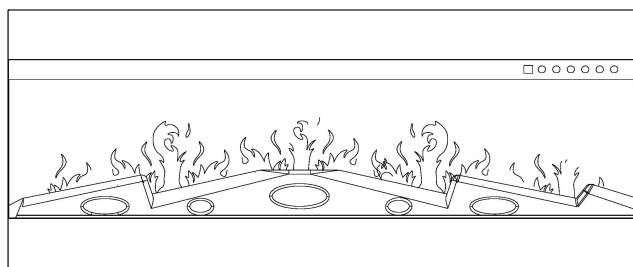

Abbildung 1
C. Legen Sie das Gehäuse mit der Front auf eine weiche, nicht scheuernde Oberfläche. Entfernen Sie die Halterung an der Rückseite des Gerätes, indem Sie die Schrauben lösen, siehe Abbildung 1.
B. Wenn Ihr Kamin mit einem Protokollsatz geliefert wird, nehmen Sie den Protokollsatz aus der Verpackung und legen Sie ihn in den Medienschlitz des Kamins. **Abbildung 1.**